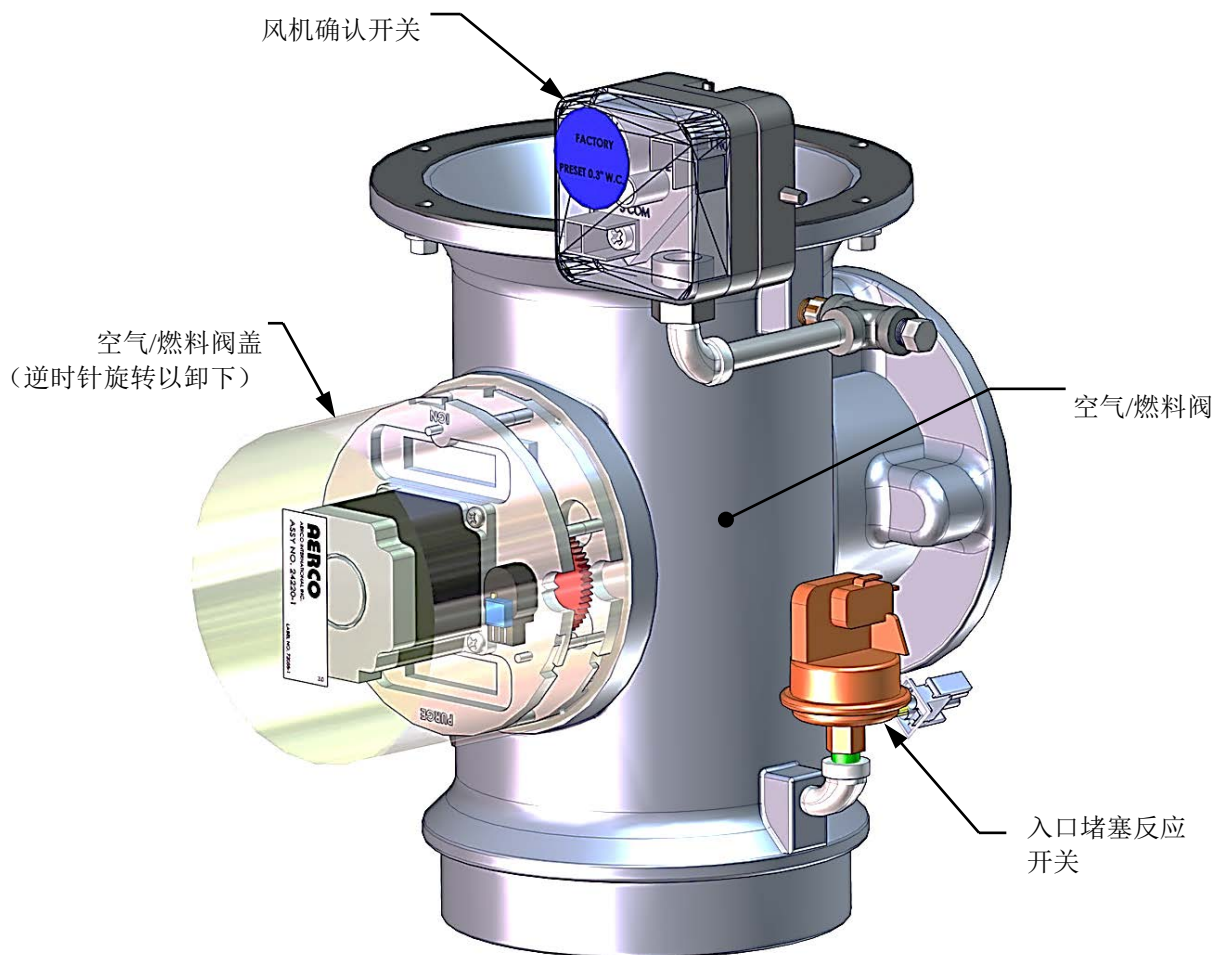

图 6-8：空气/燃料阀盖位置
3. 逆时针旋转空气/燃料阀盖将其解扣并取下（参见图 6-8）。
3. 逆时针旋转空气/燃料阀盖（图 6-8）将其解扣，然后提起卸下。